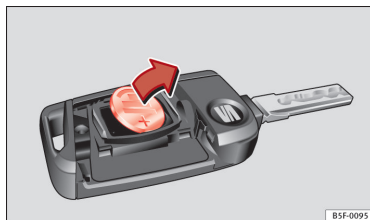

Fig. 47 Clé du véhicule : retirez la pile.
- Retirez la pile du compartiment à l'aide d'un objet fin approprié ⇒ fig. 47.
- Placez la pile neuve comme indiqué ⇒ fig. 47 et appuyez-la contre le logement des piles dans le sens contraire de la flèche ⇒ ②.